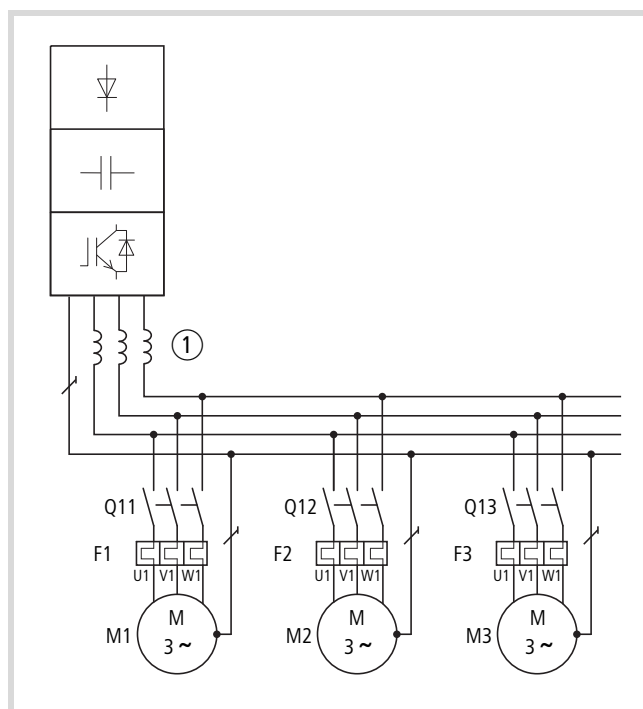

Figure 12 : Couplage en parallèle de plusieurs moteurs à un convertisseur de fréquence
Le couplage en parallèle des moteurs réduit la résistance de raccordement à la sortie du convertisseur de fréquence. L'inductance globale du stator diminue et la capacité de fuite des câbles augmente. La distorsion du courant est donc supérieure par rapport à un raccordement de moteur individuel. Pour réduire la distorsion du courant, il est recommandé d'utiliser des inductances moteur (voir ① figure 12) à la sortie du convertisseur de fréquence (voir également paragraphe « Inductances moteur », page 174).